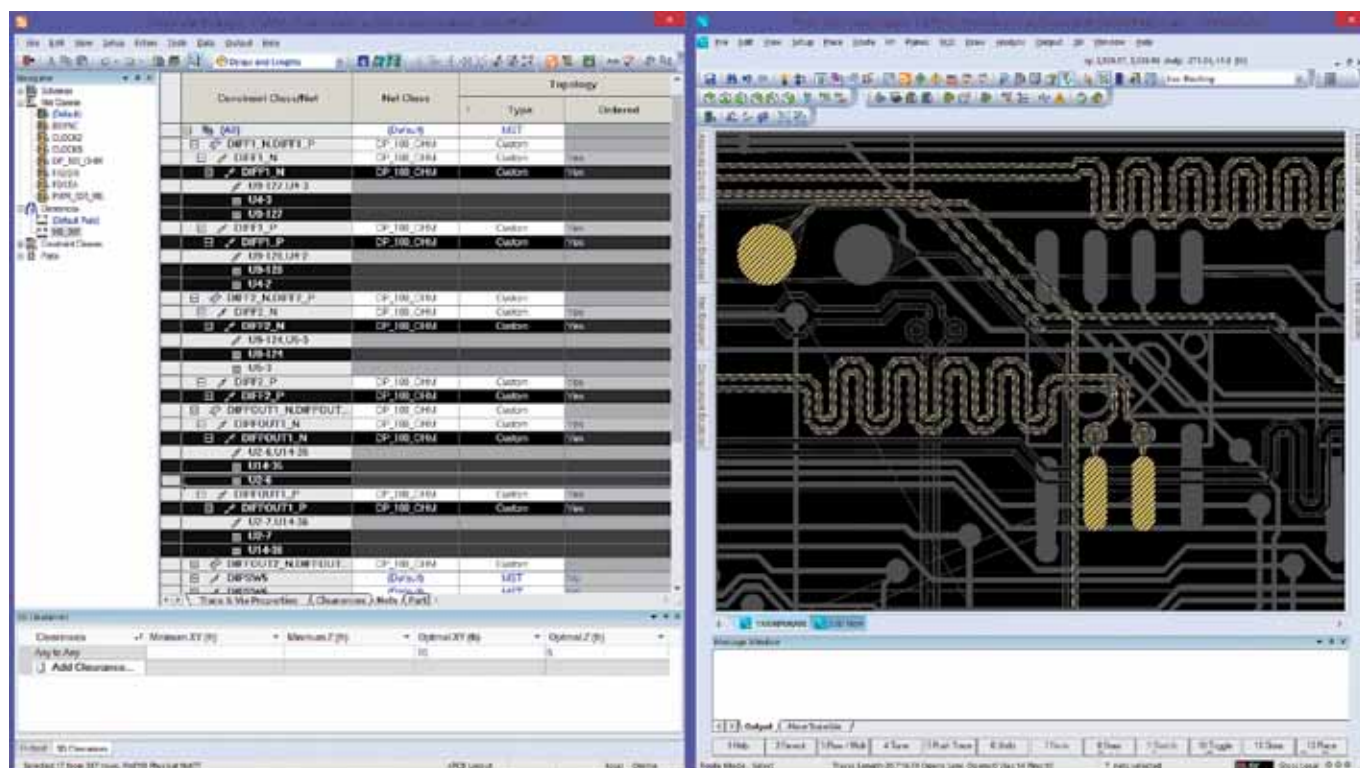

Рис. 6. При заданных ограничениях критичных цепей их трассировка не вызывает проблем, так как они мгновенно проверяются на соответствие правилам
7. Создайте классы цепей для критических сигналов и установите зазоры между ними для обеспечения требований между каждым критическим классом (рис. 6).